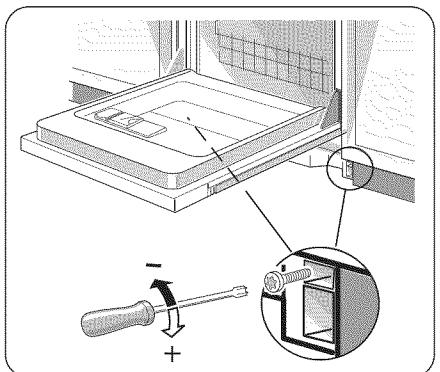

Figure 29/Illus. 29
- 2) Insert the screws as shown in Figure 29. Turning the screw clockwise increases the spring tension. Turning the screws counter-clockwise decreases the spring tension.
- 2) Insérer les vis comme à la figure 29. Tourner dans le sens horaire pour augmenter la tension ou dans le sens contre horaire pour diminuer la tension.
- 2) Introduzca los tornillos como muestra la Ilustración 29. Dele vuelta al tornillo en el sentido del reloj para aumentar la tensión del resorte. Al girar el tornillo contrario al reloj, la tensión del resorte se reduce.